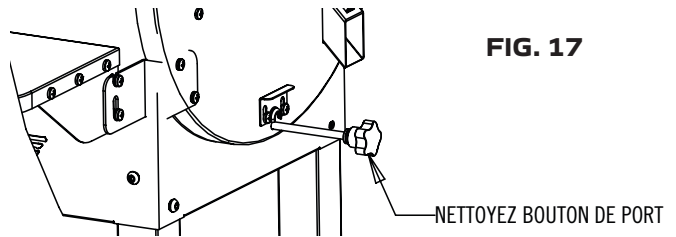

FIG. 17
2. Soulever le système de blocage de la tige et tirer le bouton de la tige de nettoyage pour vider les cendres dans le récipient prévu à cet effet. Voir la Fig. 17.